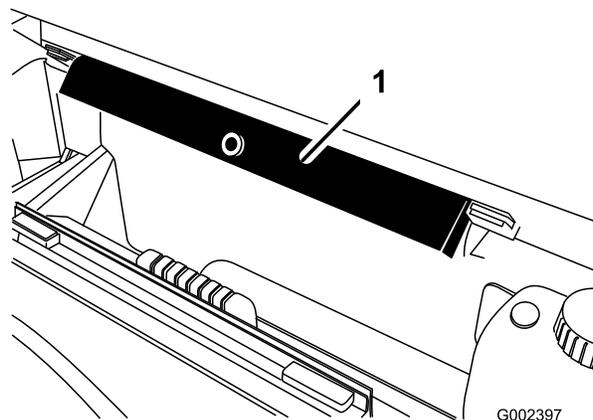

Figura 46
6. Staccate il supporto del pianale dalle staffe su cui è riposto, sulla parte posteriore del pannello del sistema ROPS (Figura 46).